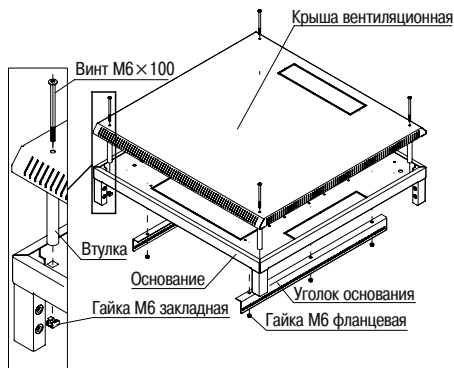
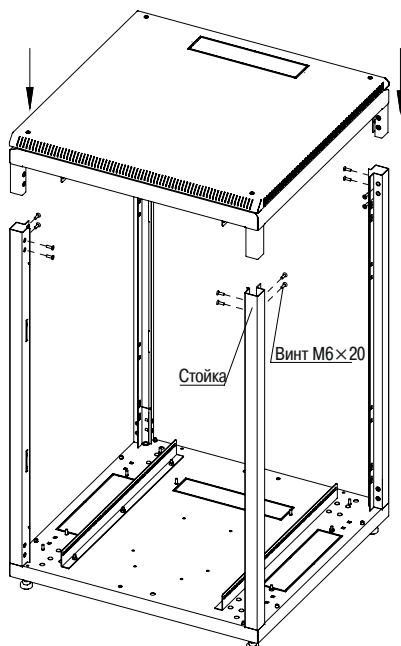

Рисунок 2 – Верхнее основание
Рисунок 4 – Установка «основания-крыши»
- 3.1.2 Соедините и закрепите верхнее основание с крышей вентиляционной с помощью винтов М6×100 и втулок, для этого вначале установите закладные гайки М6 на верхнем основании, затем вкрутите винты М6×100 в гайку М6 через втулку (рисунок 2). Установите уголки основания на верхнем основании по аналогии с предыдущим пунктом (рисунок 2).
3.1.4 Вставьте в установленные стойки собранный узел «основание-крыша» (рисунок 2), закрепите винтами (рисунок 4).